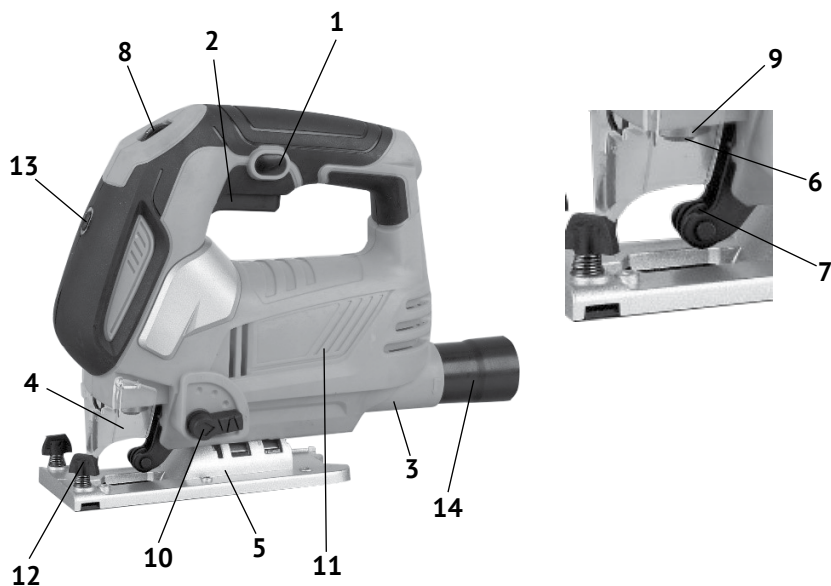

рис.1
1.6 Общий вид лобзика представлен на рис.1
1.7 Коллекторный двигатель и приводной механизм лобзика расположены в пластиковом корпусе (рис.1 поз.11). Корпус, состоящий из двух половин (правой и левой), выполнен заодно с рукояткой, расположенной сверху. Крутящий момент с якоря электродвигателя, посредством встроенного эксцентрикового механизма преобразуется в возвратно-поступательное движение верхней направляющей штока. На нижней направляющей штока расположен полкодержатель (рис.1 поз.6), в который крепится пила. Лобзик имеет Т – образное крепление пилки (первая буква в маркировке пилки). Первая цифра в маркировке – длина пилки (Т1 – короткая, Т2 – средняя, Т3 – длинная). Цвет хвостовика, а чаще и всей пилки, указывает на материал обработки (серый – для дерева, синий – для металла, красный – для полимеров, чёрный – для других материалов).
Переключатель маятникового хода (рис.1 поз.10) имеет 4-е фиксированных
В нижней части опорной плиты (рис.1 поз.5) находятся два винта (головка - внутренний шестигранник). Ослабляя эти винты, устанавливаем боковой наклон корпуса лобзика относительно подошвы (до 45° вправо или влево).
1.8 Клавиша выключателя (рис.1 поз.2) расположена в нижней части рукоятки. Включение лобзика осуществляется нажатием на клавишу выключателя указательным пальцем. Фиксация клавиши в рабочем положении, осуществляется кнопкой (рис.1 поз.1), расположенной слева на рукоятке. При повторном нажатии на клавишу, кнопка фиксации и клавиша (со щелчком) возвращается в исходное положение - выключено.
Диск регулятора скорости (рис.1 поз.8) расположен сверху, в передней части рукоятки. С его помощью устанавливается необходимая скорость хода пильного полотна.
1.9 В комплект поставки входит параллельный упор с метрической разметкой. Упор крепится в пазах регулируемой подошвы двумя винтами (рис.1 поз.12) перед пилкой. Выставив упор (справа или слева от лобзика), на отмеченном по шкале расстоянии, можно проводить рез, параллельно края заготовки.
- поднять вверх пластиковый защитный кожух (рис.1 поз.4);
- повернув вокруг своей оси втулку (рис.1 поз.9), расфиксировать полкодержатель
жатель (рис.1 поз.6);
- вставить снизу пилку (зубцами вперёд) в полкодержатель (рис.1 поз.6) так, чтобы задняя часть полотна попала в паз направляющего ролика (рис.1 поз.7);
- для удаления пыли из зоны резания используйте пылесос, присоединив его к патрубку пылеотвода (рис.1 поз.3), установив переходник подключения пылесоса (рис.1 поз.14) из комплекта поставки. При наличии в пылесосе розетки для подключения электроинструмента, пылесос включается и отключается автоматически, при включении/отключении лобзика;
При выборе скорости движения пильного полотна необходимо оценить материал заготовки. Чем твёрже распиливаемый материал, тем ниже скорость, устанавливаемая регулятором (рис.1 поз.8).